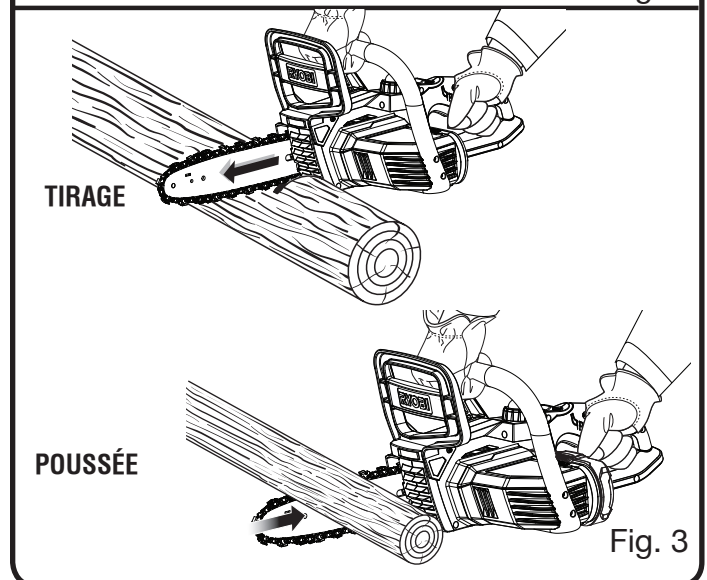

Fig. 3
- Poussée et traction - La force de réaction s'exerce toujours dans le sens opposé à la rotation de la chaîne, au point de contact avec le bois. Par conséquent, l'opérateur doit être prêt à contrôler la TIRAGE lorsque la coupe est effectuée avec le bas du guide et la POUSSÉE lorsque la coupe est effectuée avec le haut du guide. *Voir la figure 3.*